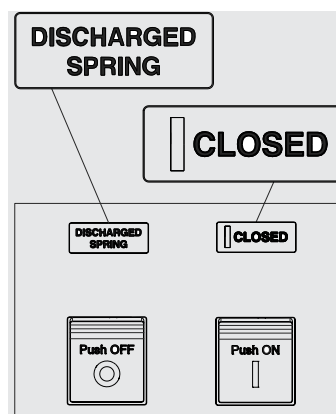

Figure 51
3. Disjoncteur fermé avec ressorts débandés (voir Figure 51).